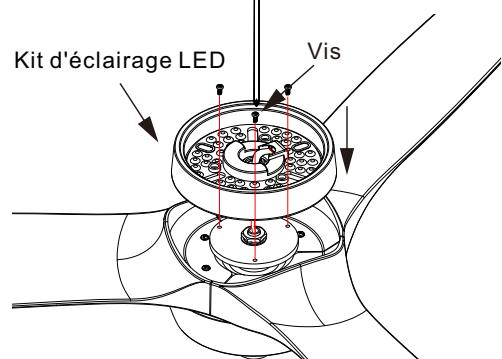

Figure 8
**Étape 3:** Serrez les 3 vis précédemment retirées à l'étape 1(Voir fig. 8)